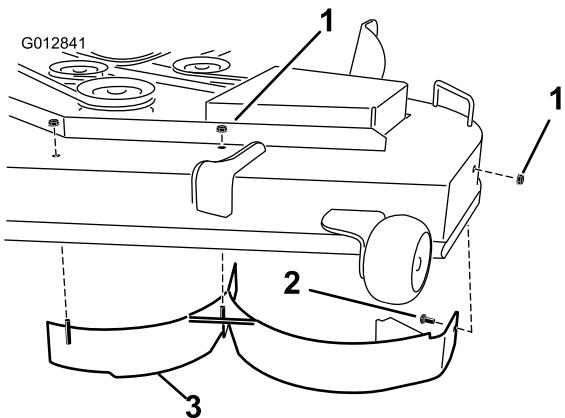

Figure 32
- Retirez les deux contre-écrous (5/16 po) fixés aux montants soudés du déflecteur gauche sur le dessus du plateau de coupe, au centre et à gauche du centre (Figure 32). Sur la paroi latérale du plateau de coupe, retirez le boulon de carrosserie et le contre-écrou qui fixent le déflecteur gauche au plateau.
- Déposez le déflecteur gauche du plateau de coupe, comme illustré à la Figure 32.